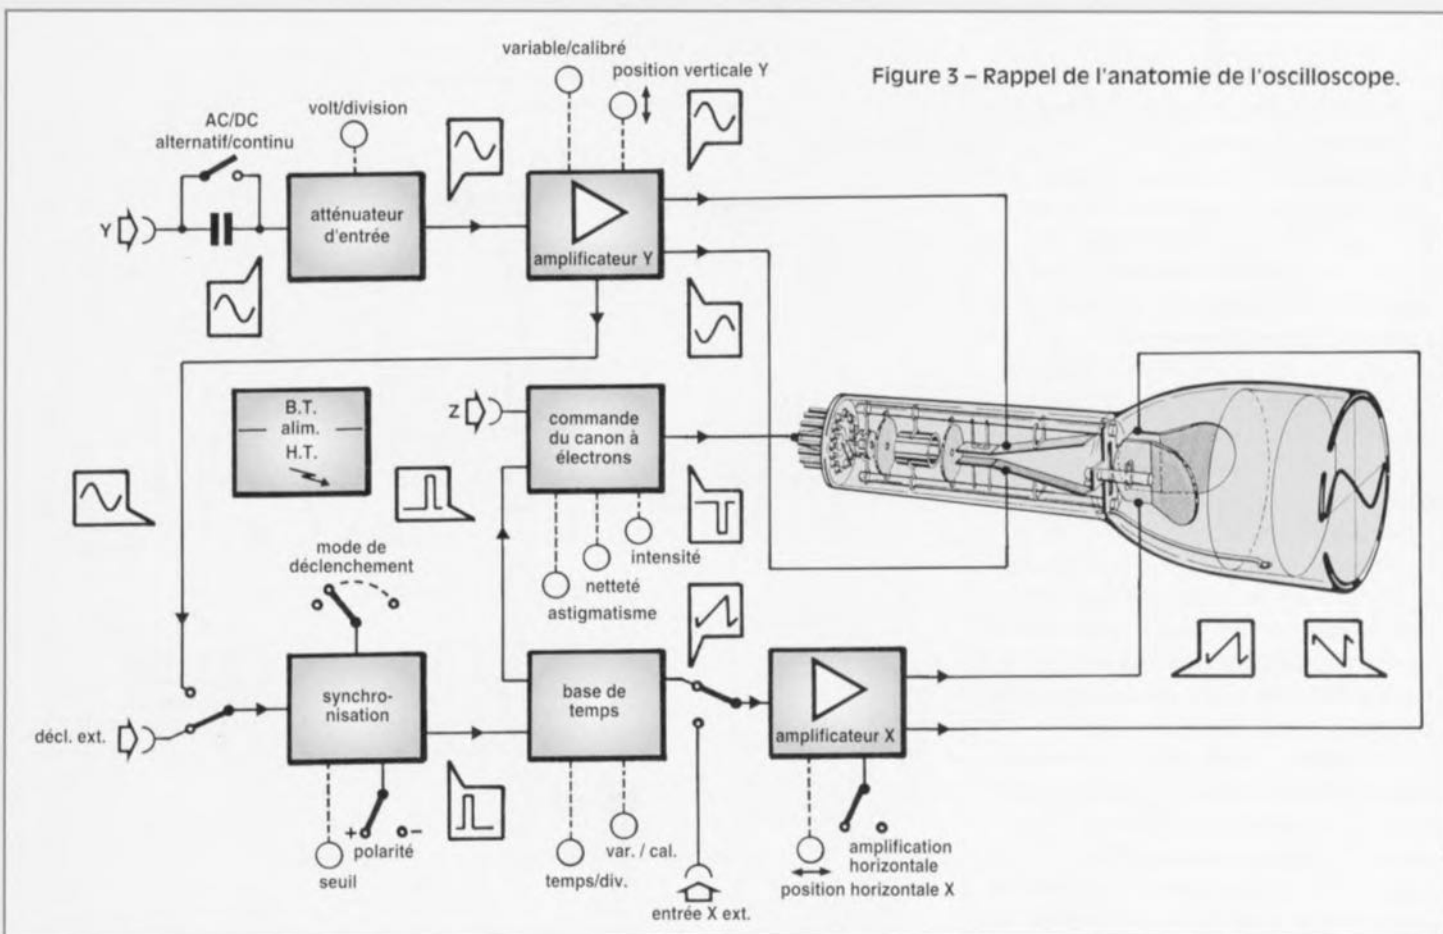

Figure 3 – Rappel de l'anatomie de l'oscilloscope.
de scie. Le « retour » s'effectue bien sûr dans l'ombre, l'extinction des feux (*blanking*) est commandée par la fin du balayage à partir duquel une impulsion (F) est envoyée sur l'entrée Z (figure 3) du canon à électrons. Il va de soi (fréquence de découpage relativement petite) que ce type de multiplexage ne convient qu'à la représentation de phénomènes lents.
Le premier composant rencontré par le signal dès l'entrée de l'oscilloscope est, éventuellement, un condensateur. Sur la figure 3, l'interrupteur est ouvert, en position AC (A pour alternatif et C pour courant). Ceci veut dire que si la différence de potentiel à étudier, appliquée entre cette entrée et la masse de l'oscilloscope, est continue ou comporte une composante continue, celle-ci n'apparaîtra pas à l'écran puisque le condensateur ne la laissera pas passer. Il n'en est plus de même si nous passons en position DC (D, pour *Direct* ou continu) : l'interrupteur fermé court-circuite le condensateur et la compo-